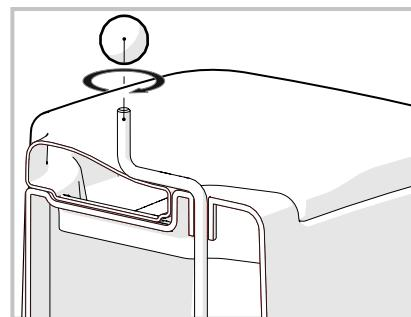

Рис. 1. Установка ручки привода
- 3) Накрутите ручку (поз.8) на привод разбрасывателя (поз.6) (рис.1).
- 5) Проденьте привод разбрасывателя сквозь отверстие в бачке в верхней части корпуса туалета (рис. 1).